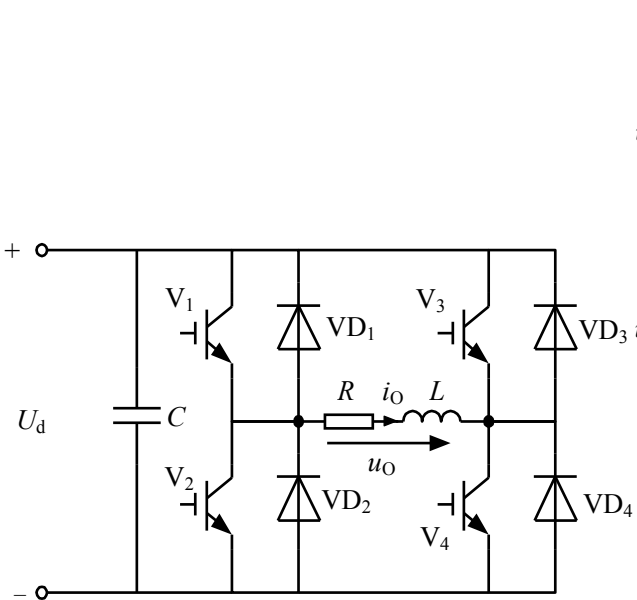
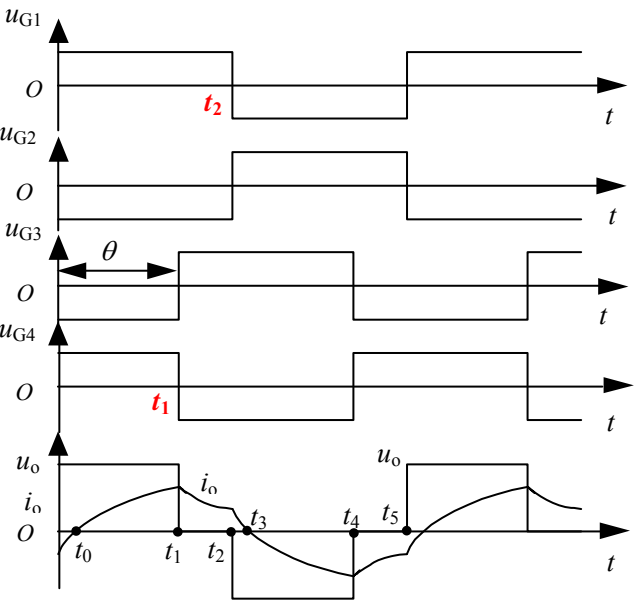

图 3-5 单相桥式逆变电路
图 3-6 工作波形
3. （6 分）单相桥式逆变电路如图 3-5 所示， $R$ 、 $L$  负载， $V_1$ 、 $V_2$ 、 $V_3$ 、 $V_4$  驱动信号  $u_{G1}$ 、 $u_{G2}$ 、 $u_{G3}$ 、 $u_{G4}$  以及负载两端电压  $u_o$ 、通过负载的电流  $i_o$  如图 3-6 所示，试给出各个阶段导通的器件填入表中。